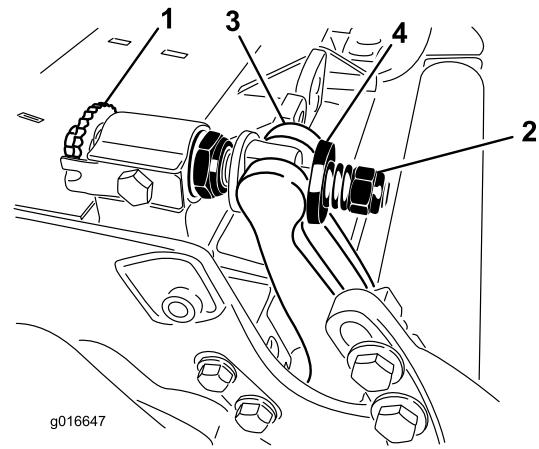

Figura 30
2. Faça recuar a porca da mola tensora até que a anilha deixe de estar sob tensão contra a barra de apoio (Figura 30).
1. Rode os parafusos de ajuste da barra de apoio no sentido contrário ao dos ponteiros do relógio, para afastar a lâmina de corte do cilindro (Figura 30).